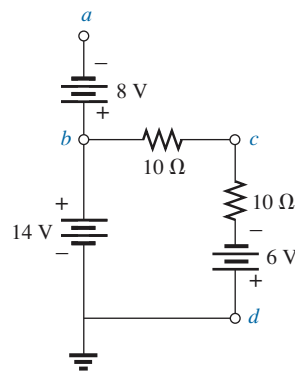

FIG. A4.123
40. Para la red de la figura A4.123, determine los voltajes: